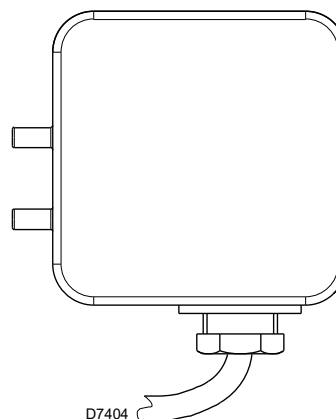

Abb. 22
- Stellen Sie den Luftdruckwächter (Abb. 22) auf den Skalenanfangswert ein.
Führen Sie die Einstellung des Luftdruckwächters (Abb. 22) aus, nachdem alle anderen Einstellungen des Brenners bei auf den Skalenanfang eingestellten Luftdruckwächter vorgenommen wurden. Mit Brenner auf verlangter Leistungsstufe langsam den Einstellungsdruck erhöhen, indem Sie den dafür vorgesehenen Drehgriff im Uhrzeigersinn bis zur Abschaltung des Brenners drehen. Dann den Drehgriff um zirka 20% des eingestellten Wertes gegen den Uhrzeiger drehen und anschließend den korrekten Anlauf des Brenners überprüfen. Blockiert der Brenner erneut, muss der Drehgriff nochmals geringfügig im Uhrzeigersinn gedreht werden.